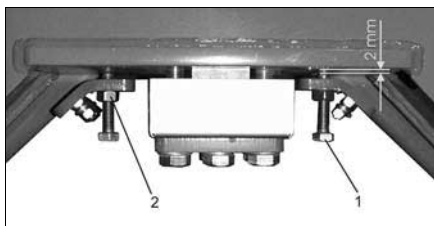

Fig. 37
Reguleringsbolten (Fig. 37/1) skal indstilles med 2 mm tolerance som vist på billedet.
- kontramøtrikken (Fig. 37/2) løsnes
- reguleringsbolten (Fig. 37/1) indstilles
- kontramøtrikken (Fig. 37/2) spændes fast